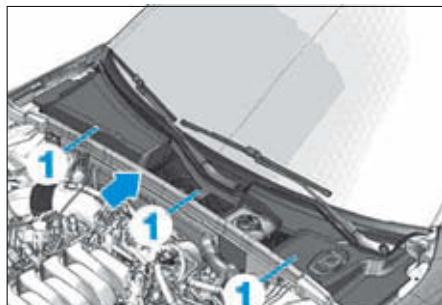

FIG. 53
- Déposer le joint (flèche) du compartiment d'auvent (Fig.53).
- Dégrafer et retirer la grille d'auvent en (1).